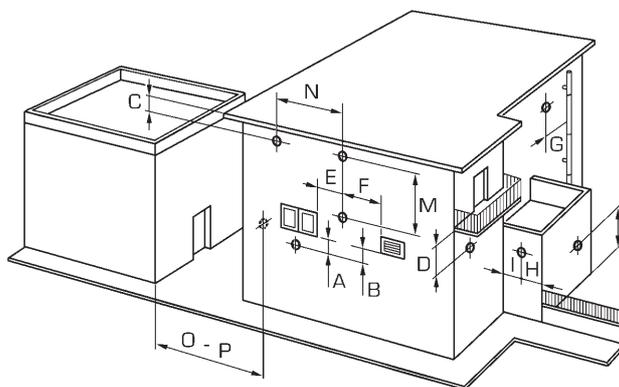

Fig. 7
2.6 POSICIONAMENTO DOS TERMINAIS DE DESCARGA (fig. 7)
A título informativo e não vinculante, indicamos na **Tabela 3** as distâncias mínimas a respeitar tomando como referência a tipologia de um edifício indicado na fig. 7.